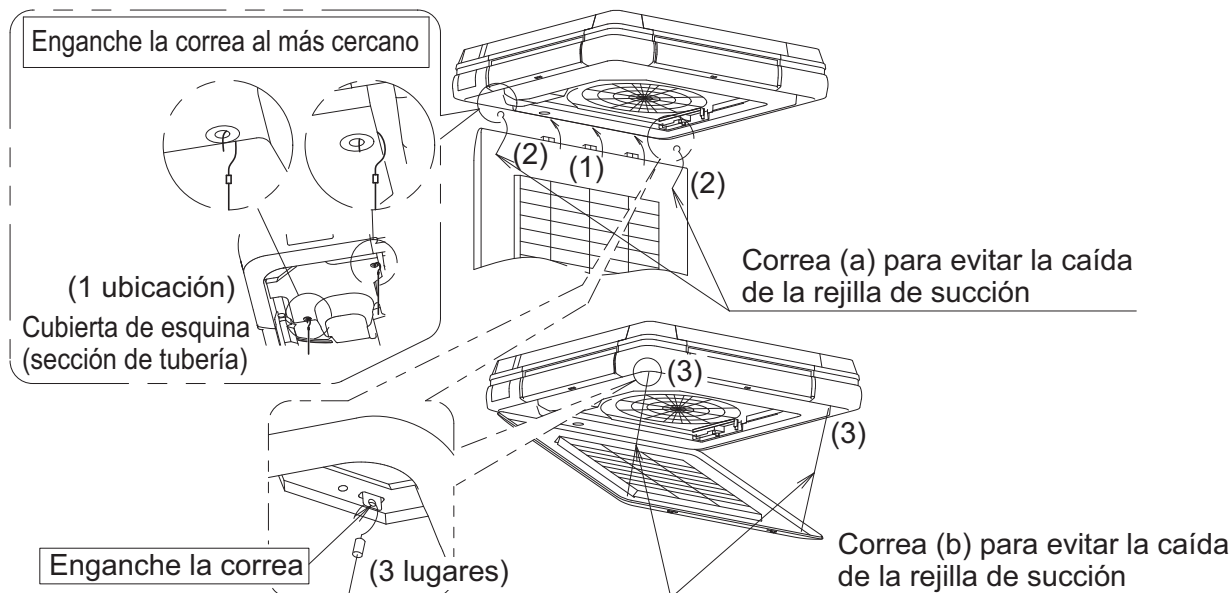

Fig. 49
- Tras instalar la rejilla de succión en el orden inverso al indicado en la cláusula "4. PREPARACIÓN ANTES DE LA INSTALACIÓN - (3)" (**Consulte la Fig. 49-(1)**), enganche la correa (a) para evitar la caída de la rejilla de succión (**Consulte la Fig. 49-(2)**).
- Enganche la correa (b) para evitar la caída de la rejilla de succión. **(Consulte la Fig. 49-(3))**